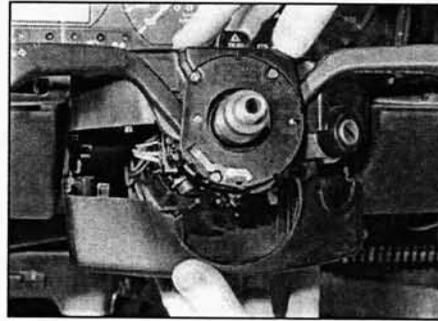

Рис. 5.3. Снятие накладок рулевой колонки
- 3 Отверните два винта снизу и снимите нижнюю и верхнюю накладки рулевой колонки (рис. 5.3).